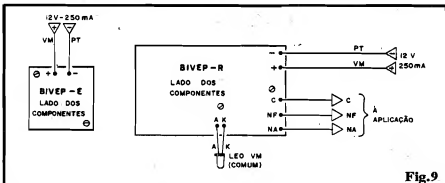

Fig.9
- FIG. 9 - CONEXÕES EXTERNAS ÀS PLACAS - São muito poucas, muito diretas e óbvias... Contudo, a mesma atenção dedicada à inserção e soldagem dos componentes, deverá ser prestada a essa fase... Convém, em ambas as placas, codificar as conexões de alimentação com o padrão de fio vermelho no positivo e fio preto no negativo, o que facilitará a identificação no momento da